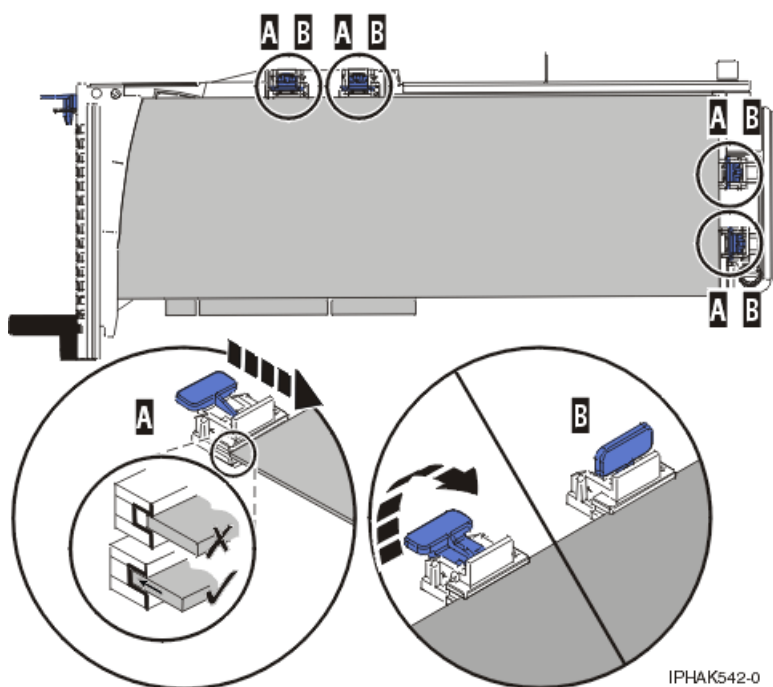

Figure 100. Carte longue dans la cassette de cartes PCI avec supports et stabilisateur en place
- 3) Placez et verrouillez les crochets de retenue **(B)**. Voir figure 100.